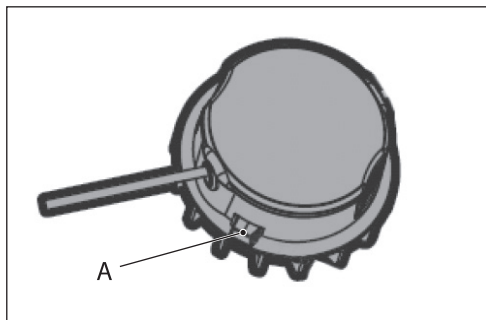

Рис. 8
Нажмите и отпустите кнопку ручной подачи лески (А), одновременно потяните за два конца лески, до тех пор пока они не достигнут ножа для обрезки лески (рис. 8).
2. Нажмите кнопку разблокировки штанги (6) и поверните основную рукоятку (1) против часовой стрелки, удерживая штангу (8), чтобы отрегулировать триммерную головку под углом 0° (рис. 8). Отпустите кнопку разблокировки (6) и продолжайте поворачивать главную ручку (1), пока она не зафиксировывается на месте. Убедитесь, что кнопка разблокировки (6) встала на место.